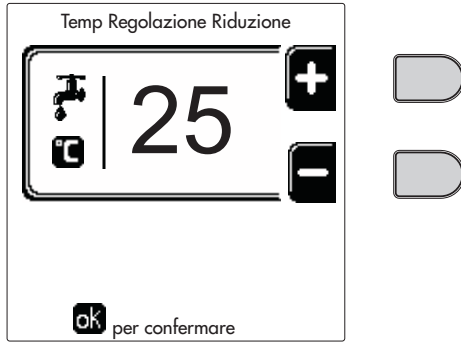

рис. 15
- **ON_{re}**. При поступившем запросе на отопление/ГВС котел работает на уменьшенной температуре регулировки. Уменьшенная температура достигается путем вычитания температуры регулировки уменьшения (рис. 13/рис. 15) от заданной температура регулировки отопления/ГВС (рис. 12/рис. 14).